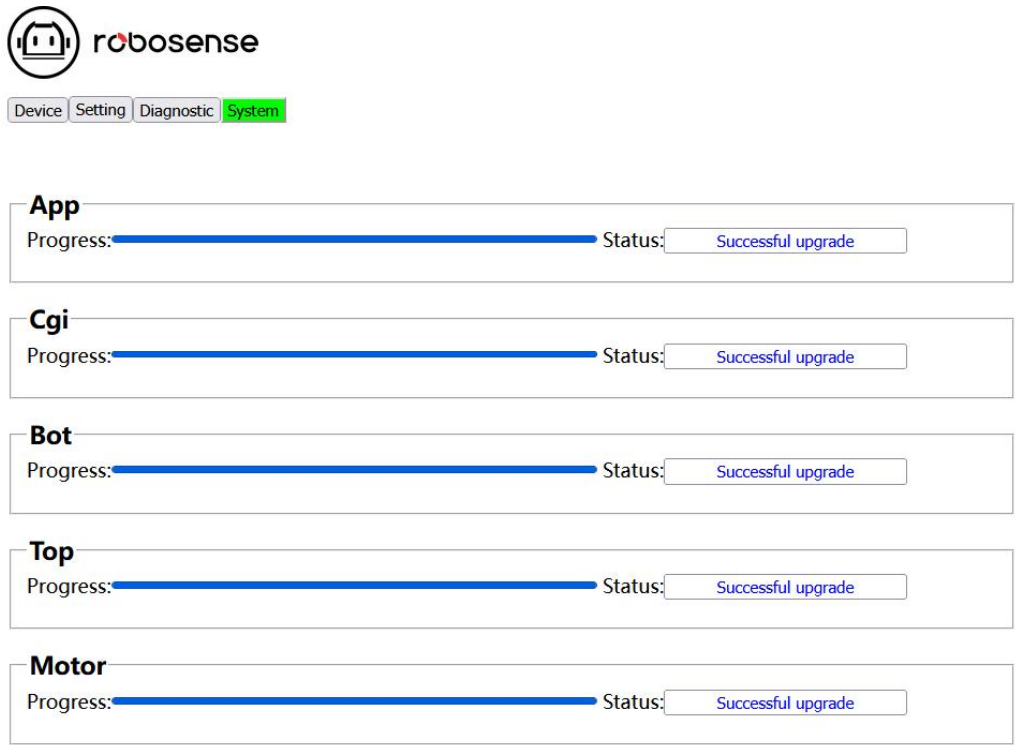

图 22 Step4 升级成功
- 4) 网页端提示升级成功（如有重复版本，则会提示版本重复）。产品进行自动重启，重启完成后重新登录网页首页查的 Device 界面查看版本号，确认是否升级成功，如图 22 所示。